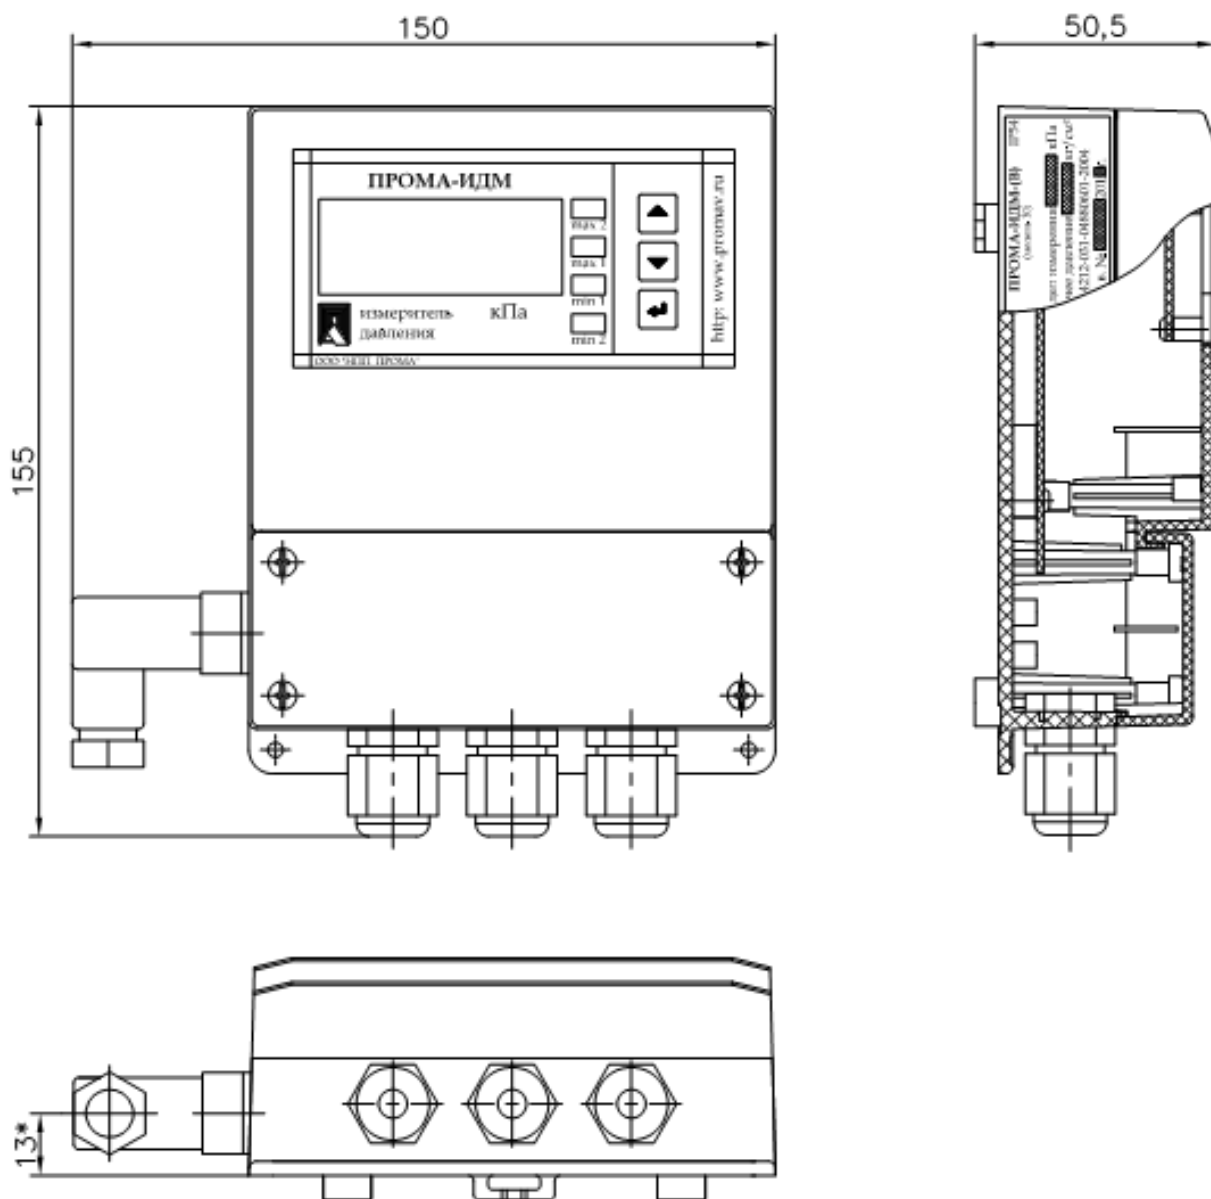

Рис. 2.3. Измеритель Прома-ИДМ(В) Настенное исполнение. Габаритный чертеж.
- Рис. 2.3. Измеритель Прома-ИДМ(В) Настенное исполнение. Габаритный чертеж.